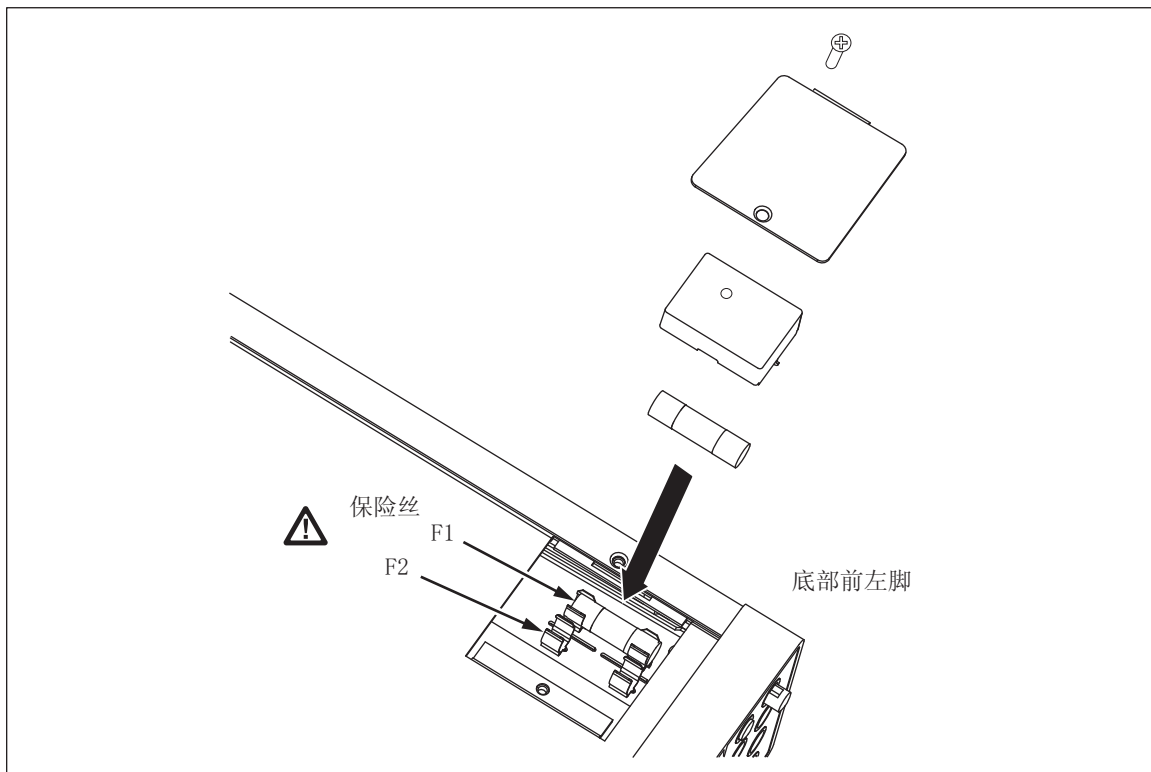

图 2-2. 更换电流输入保险丝
3. 拧开万用表底部上的保险丝舱门上的固定螺钉，如图2-2所示。